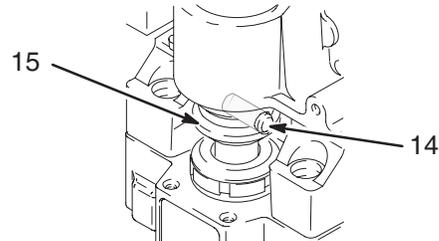

Fig. 10
1. Essayer d'arrêter la pompe quand la tige de piston (222) est en fin de course basse. Pour abaisser la tige de piston manuellement, retirer le capotage (32) et faire tourner les pales du ventilateur. Prendre un tournevis pour pousser le ressort (15) vers le haut et sortir la goupille (14). Voir Fig. 10.